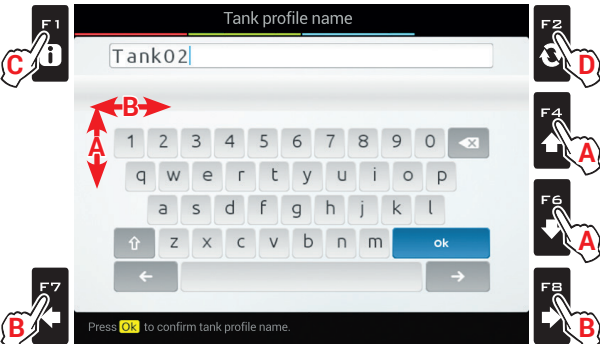

Fig. 128
**8** Tryck igen **OK** för att spara tankprofilen: namnredigerings-skärmen visas (Fig. 128).